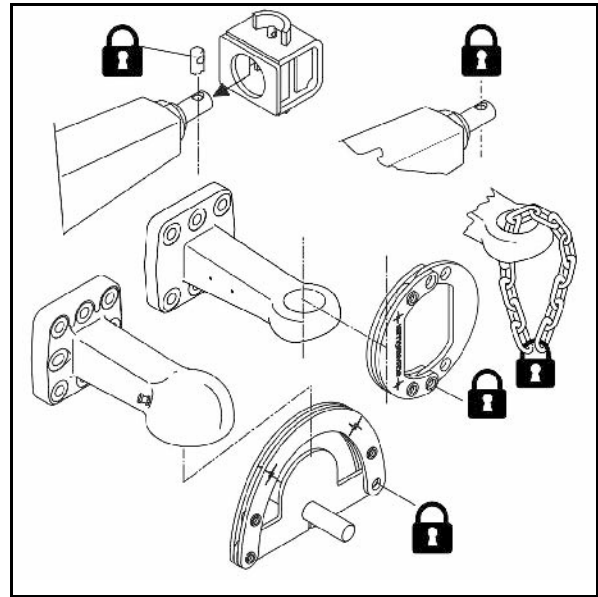

Рис. 38
1. Приверните крепежную трубу (Рис. 38/1) 4 винтами (Рис. 38/2) снаружи на консоли.
2. Привинчивайте по два дополнительных балласта (Рис. 38/3) к крепежной трубе (Рис. 38/4) и зафиксируйте в этом положении.